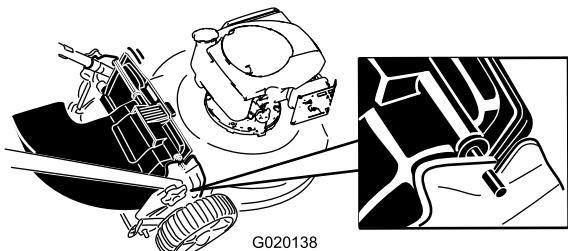

Figura 18
- Inserite i perni del deflettore di scarico posteriore nelle tacche presenti sulla macchina (Figura 18).